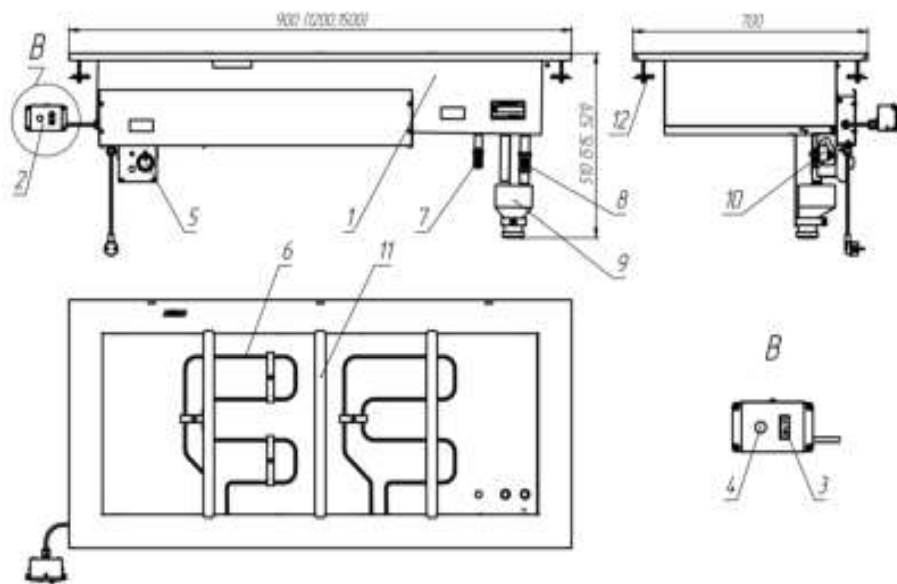

Рис.1
1.3.2.1 Изделие, см. рисунок 1, представляет собой ванну 1 со съёмными перегородками поз.11 для установки гастрёмокостей. По желанию заказчика модуль может комплектоваться стандартными гастрёмкостями GN 1/1, GN ½ глубиной до150мм. Нагрев ёмкостей в мармитах осуществляется с помощью горячего пара, температура воды внутри ванны не превышает 100°С и пригорание продуктов исключено. Нагрев воды в ванне мармита осуществляется с помощью ТЭНов поз.6. С помощью ручки терморегулятора поз.5 регулируется температура воды в ванне. Подключение к водопроводу осуществляется через кран с резьбой G1/2 поз.7. Для слив воды из ванны применяется кран G3/4 поз.8. В ванне предусмотрена трубка для предотвращения перелива воды — если воды больше максимального уровня. Слив воды из ванны происходит через канализационный переходник поз.9. Защиту от сухого хода обеспечивает термоограничитель поз.10. Включение изделия осуществляется при помощи пульта управления 2, с установленным на нем выключателем 3, лампа 4 сигнализирует о том, что изделие находится под напряжением. Планки поз.12 предназначены для фиксации изделия к столешнице.